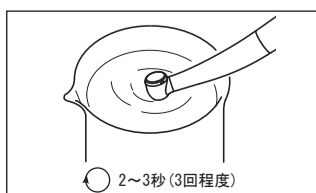

図17
- 3 ハンドピースを回転させ、そのままきれいな水の中にヘッド半分が隠れるくらいまで入れます。回転、停止を2~3秒繰り返し行います (3回程度) (図17)。